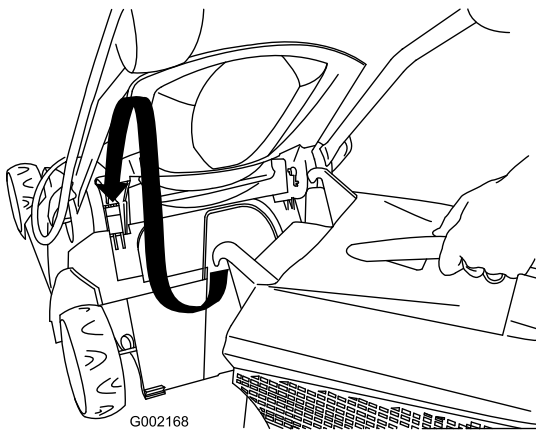

Figure 20
1. Til de achterklep omhoog en monteer de grasvanger aan de maaier (Figure 20).